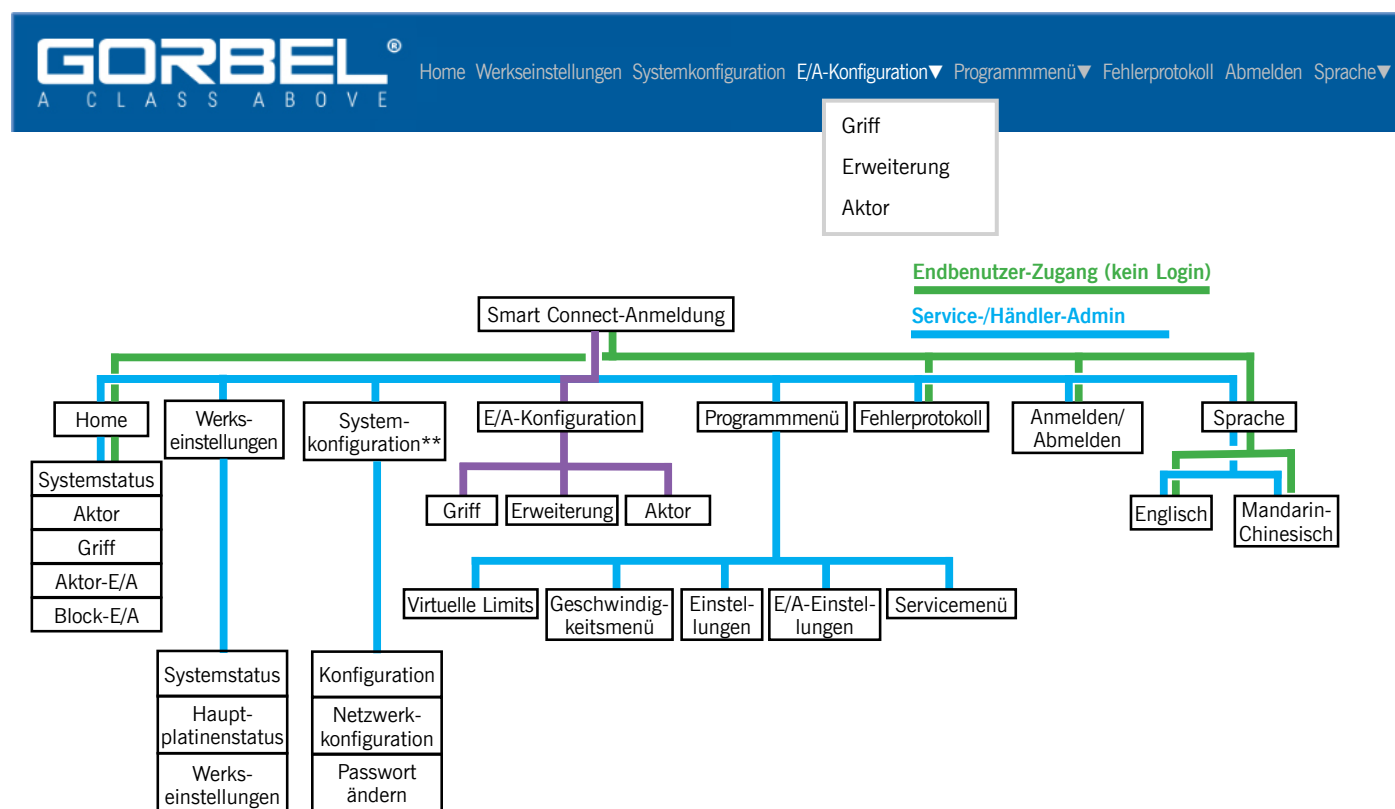

Abbildung 4B-23. Menü der E/A-Konfiguration.
4. Das in **Abbildung 4B-23** dargestellte Menü wird angezeigt.